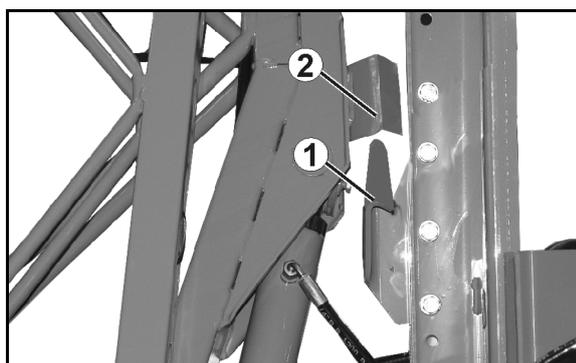

Fig. 76
Para desplegar el varillaje, seguir el orden indicado en la Fig. 76. Para plegarlo, seguir el orden inverso.
2. Desplegar la extensión derecha (Fig. 76/1,2).
3. Desplegar la extensión izquierda (Fig. 76/3,4).